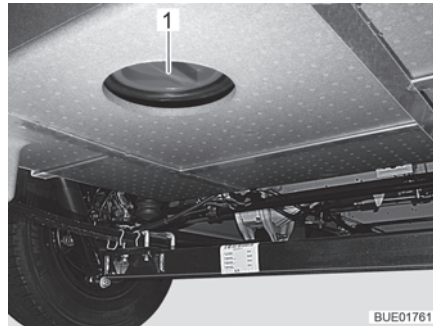

Fig. 183 Ouverture de nettoyage du réservoir d'eaux usées
- Ouvrir l'ouverture de nettoyage (Fig. 183,1) du réservoir d'eaux usées et le robinet de vidange.